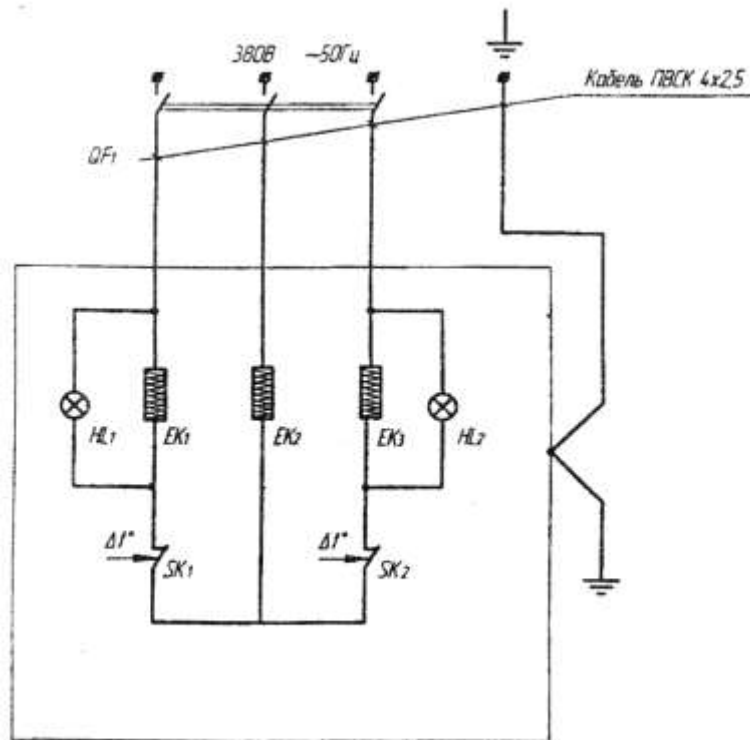
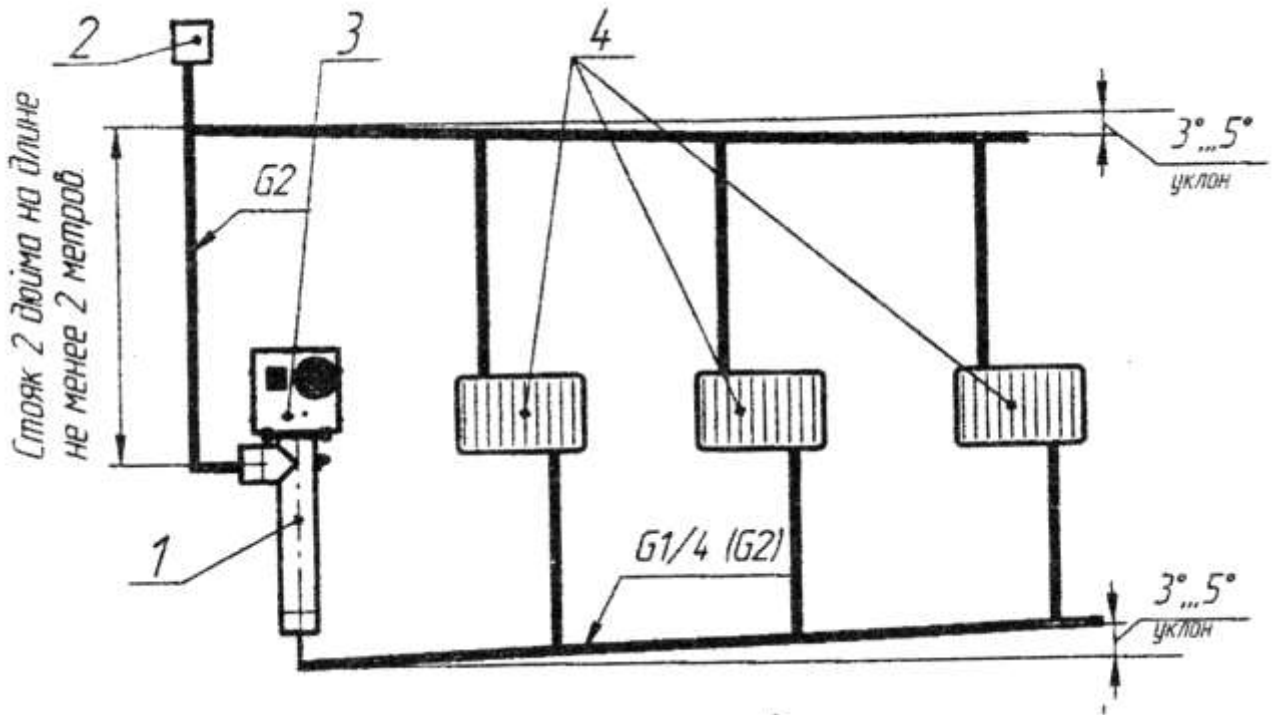

Рис. 4. Электрокотел отопительный водогрейный ЭОВ-9/4,5
Рис. 5. Примерная схема отопления с естественной циркуляцией жидкости
- ЭКСПЛУАТАЦИЯ ЭЛЕКТРОКОТЛА ПРИ ВЫСОТЕ ГЛАВНОГО ПОДАЮЩЕГО СТОЯКА (РИС. 5 ПОЗ. 12) МЕНЕЕ ДВУХ МЕТРОВ И С УСЛОВНЫМ ПРОХОДОМ МЕНЕЕ ДВУХ ДЮЙМОВ;
- НА ВЫХОДЕ ИЗ ЭЛЕКТРОКОТЛА УСТАНОВЛИВАТЬ КРАНЫ, ВЕНТИЛИ ИЛИ ДРУГУЮ ЗАПОРНУЮ АРМАТУРУ (рис. 4 и рис. 5);
6.1 Согласно выбранной схеме отопления (рис. 4 или 5) закрепить электрокотел на стене с помощью специальных держателей для труб G2 (dy 50). Минимальное расстояние от электрокотла до стораемых конструкций 100 мм.